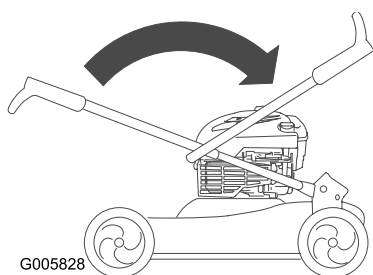

Figura 52
7. Piegarla la stegola superiore all'indietro come mostrato in figura (Figura 52).